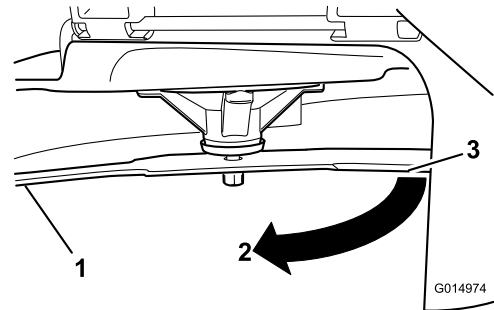

Figura 59
4. Gire la misma cuchilla 180 grados de manera que el otro extremo esté en la misma posición (**Figura 59**).